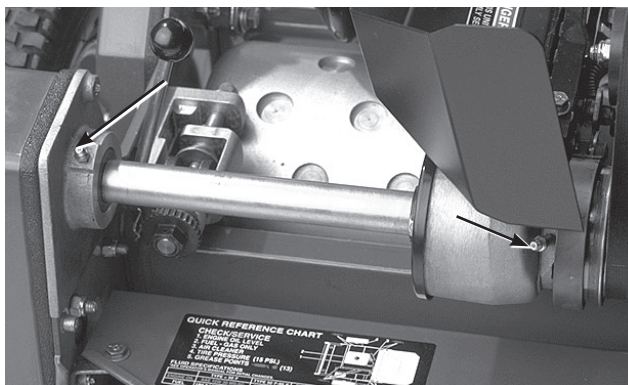

図26
- ・ リールのカウンタ・シャフトのベアリング (2ヶ所) (図26)